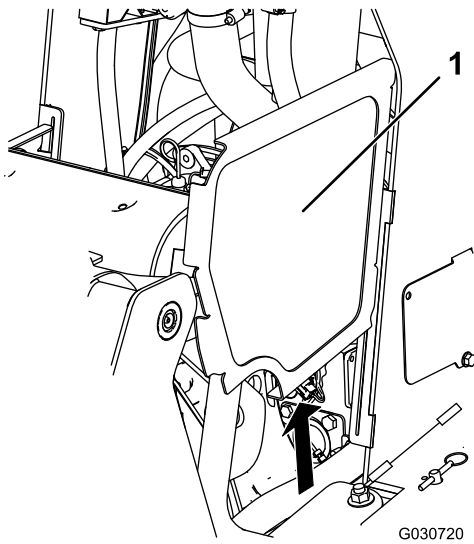

Figura 40
2. Deslice las rejillas laterales (Figura 40) hacia arriba y retírelas de las ranuras de la rejilla delantera y del bastidor.